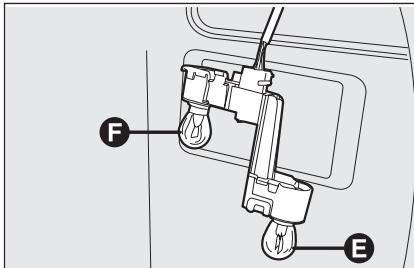

fig. 36
- quite y sustituya la lámpara que se desea cambiar, empujándola ligeramente y girándola hacia la izquierda **fig. 36**: